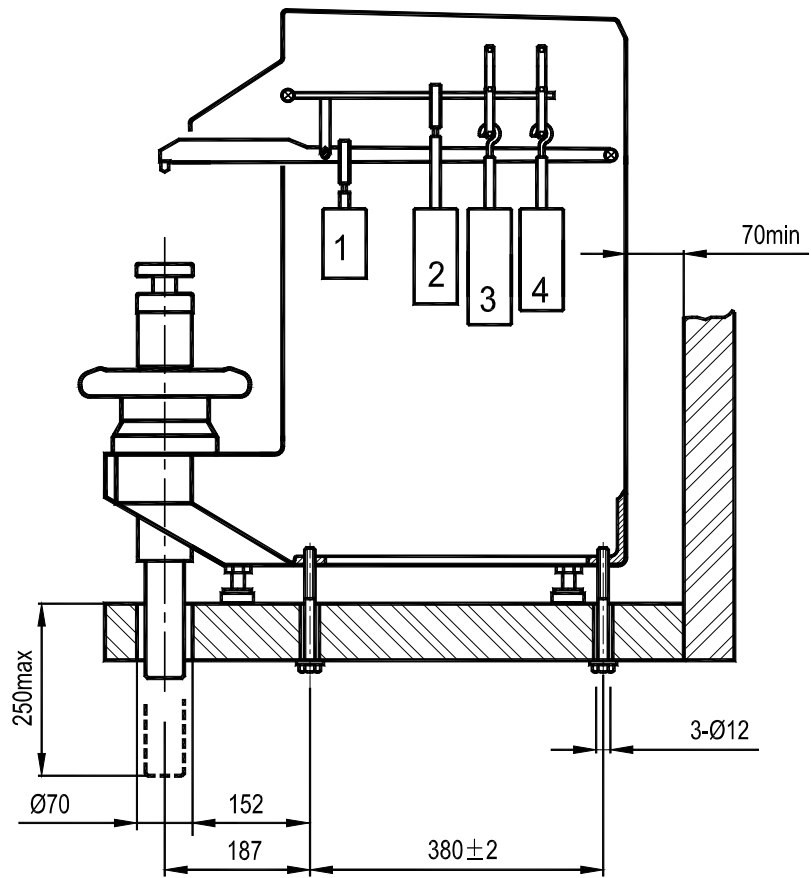

图 4.1. a
- 4.5 逆时针转动手轮，降下样品台，去掉防震胶垫；然后将准确度为 0.2mm/m 的水平仪放置在样品台上，调整试验机底脚螺钉，调水平至 1mm/m 后锁紧螺母；然后用 M10 螺钉将试验机紧固在基础平台上，见图 4.1。